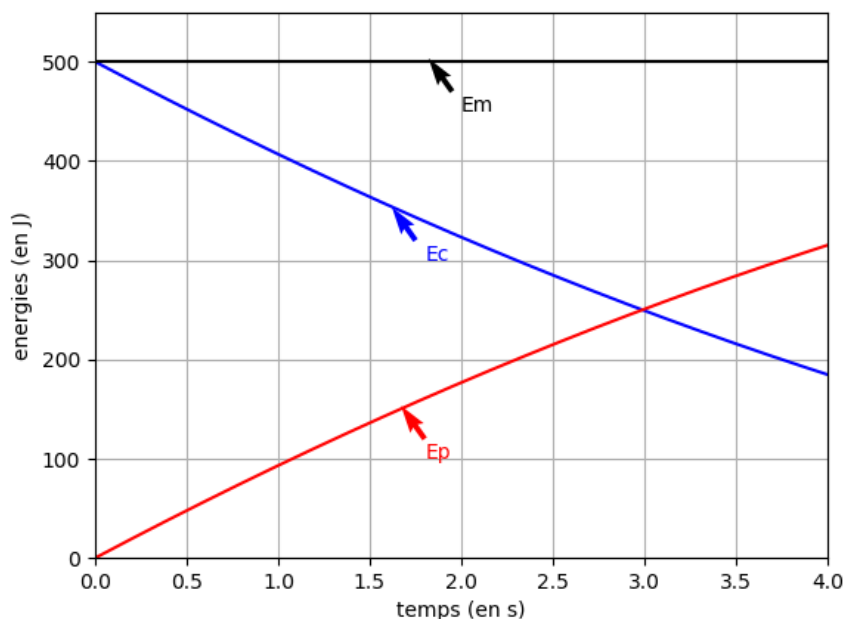

Figure 2 : Évolution des énergies cinétique et potentielle pendant l'ascension de la pièce
1. Après avoir rappelé la définition de l'énergie mécanique de la pièce d'artifice, exploiter la **figure 2** pour savoir si, dans la situation simulée, l'énergie mécanique se conserve. Commenter le résultat obtenu.
2. On suppose que la pièce explose à l'instant $t_A = 2,0$ s. Après cet instant, les évolutions de la **figure 2** ne sont plus respectées. À l'aide de la **figure 2**, déterminer la valeur de l'énergie potentielle à cet instant puis calculer l'altitude atteinte notée y_A .
9. Comparer la valeur précédente à l'énergie cinétique initiale de la bombe (voir **figure 2**) et interpréter la différence.